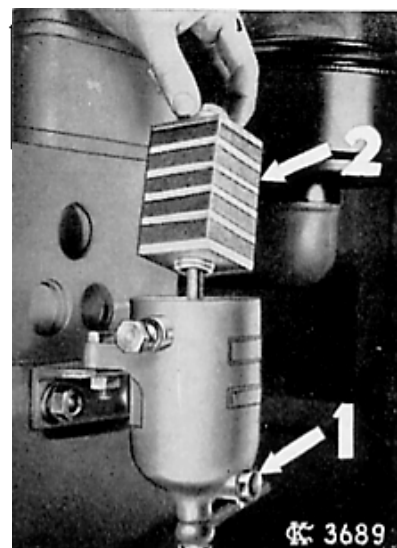

Fig. 36
f) **Nettoyage du filtre à carburant** (fig. 36): Vidanger la boue qui s'est accumulée dans le fond du filtre à carburant en dévissant (de quelques millimètres) la vis 1. Il est recommandé d'éliminer cette boue assez souvent.